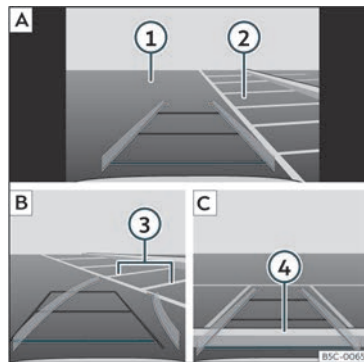

Fig. 196 Visualização no ecrã do sistema Infotainment: estacionar com o assistente de marcha-atrás
Legenda da **Fig. 196**:
- Posicione o veículo à frente do lugar de estacionamento >>> **Fig. 196 2 A**.